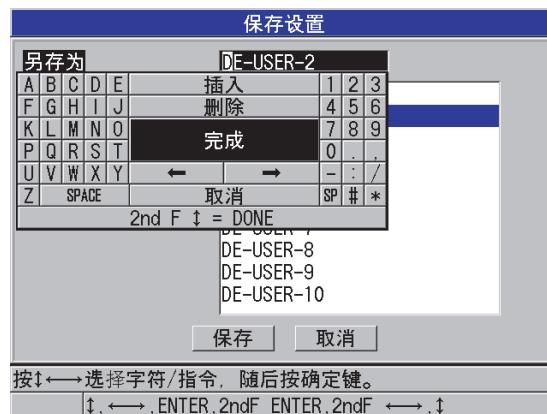

图 12-6 保存设置
- b) 在保存设置屏幕中，输入所需的自定义设置文件名称（参见第 223 页的图 12-6）。